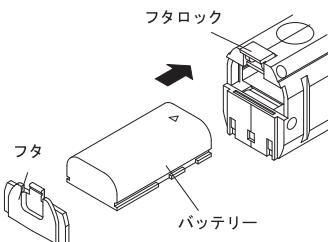

図 2. バッテリー差込方法
③使用方法
1. 図 2 のようにフタロックを外してフタをとり、満充電されたバッテリーをライト本体に差込み、再びフタをしてください。